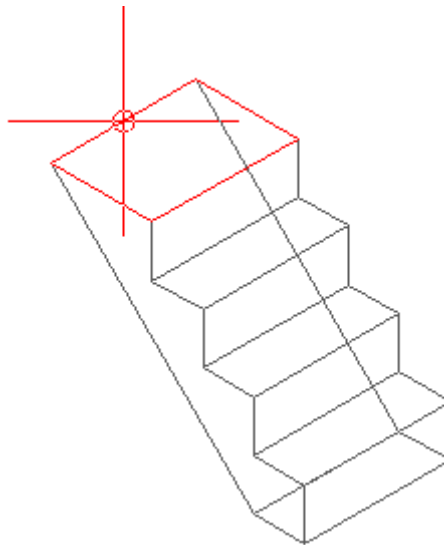

Рисунок 120
- Привязаться к центру дальней верхней грани лестницы (Рисунок 120).